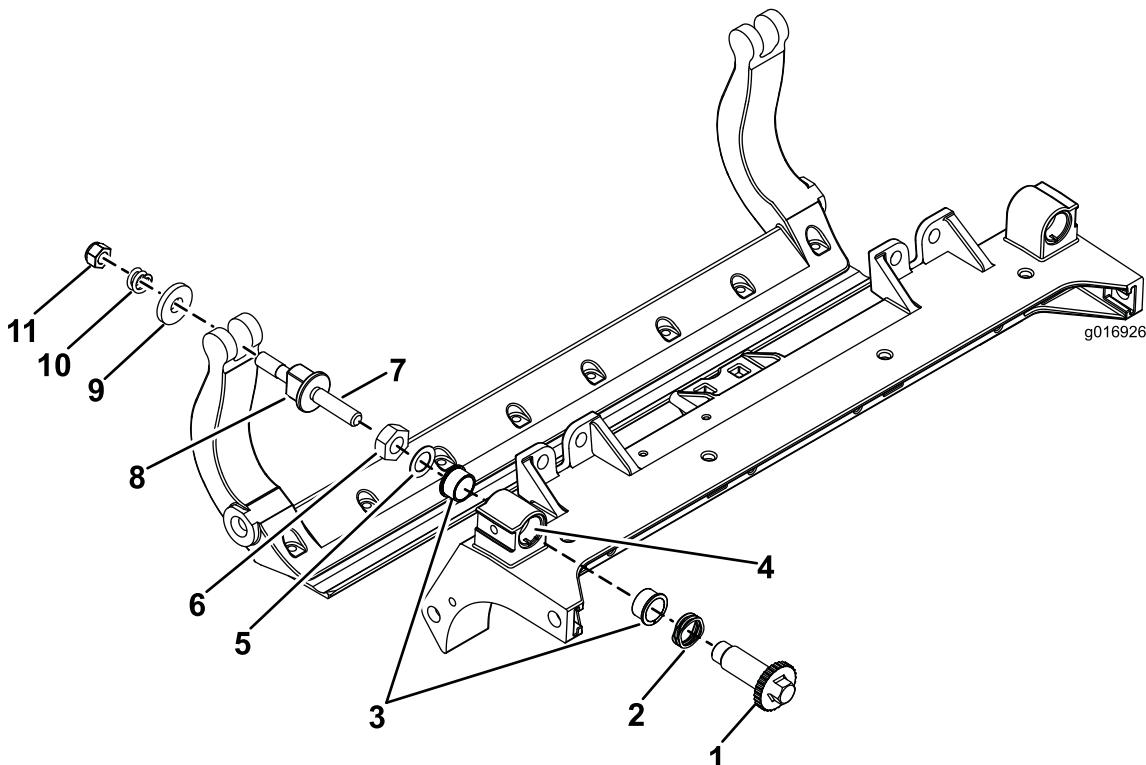

図 34
- 全部のパーツを取り外すHD DPA キットモデル 120-7230 の取り付け要領書および図 34 を参照。
- カッティングユニットのキャリアフレームのブッシュ挿入穴に固着防止コンパウンドを塗布する図 34。
- フレンジブッシュのキーとフレームのキー溝を揃えて、ブッシュを挿入する図 34。
- アジャスタシャフトにウェーブワッシャを通して、アジャスタシャフトをカッティングユニットのフレームのフレンジブッシュに通す図 34。
- 平ワッシャとロックナットでアジャスタシャフトを固定する図 34。ホイールナットを 20-27 N m 15-20 ft-lb=0.17-0.23 kg.m にトルク締めする。
注 サイドプレートのボスの両側にナイロンワッシャを入れる。その外側からスチール製ワッシャを取り付ける図 34。